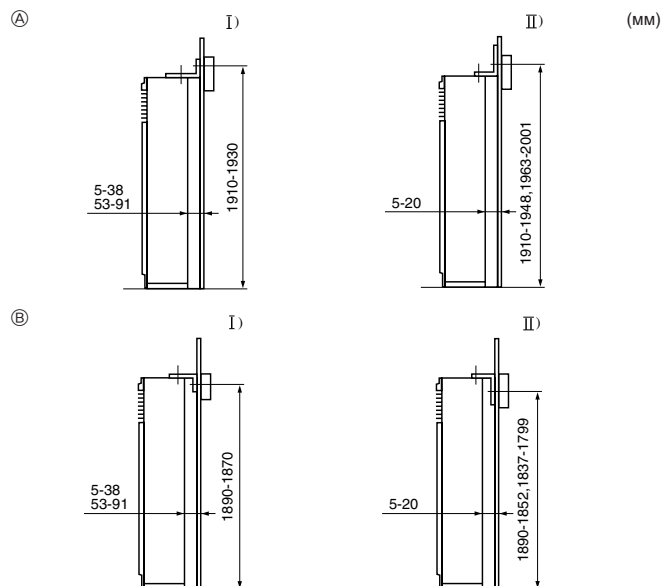

Fig. 3-3
- ① Крепежный кронштейн для предотвращения опрокидывания прибора
Крепежный кронштейн для предотвращения опрокидывания прибора ① устанавливается на верхней панели прибора. Снимите самонарезающие винты ②, и затем по-новому установите кронштейн, как показано на рисунке. Точные значения расстояний, соблюдение которых необходимо при установке, приводится, на Fig. 3-3.
- ② Винт
- ③ Снимите винт ① и потяните решетку на себя, чтобы снять ее.
3.3. Монтаж крепежного кронштейна для предотвращения опрокидывания прибора (Fig. 3-3)